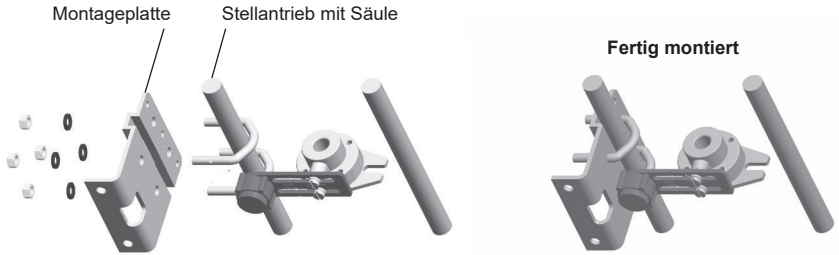
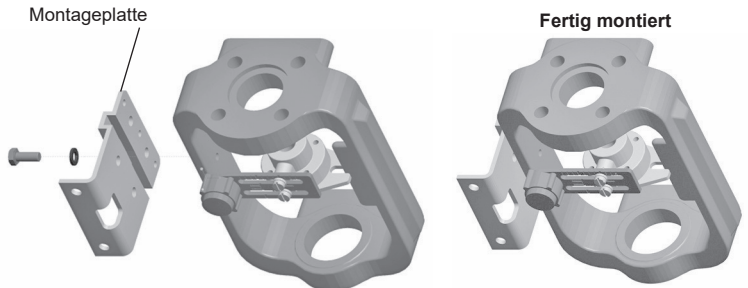
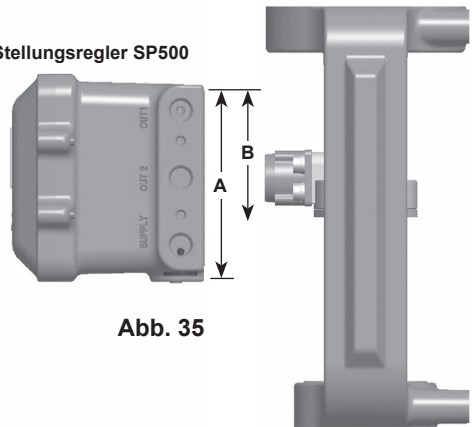

Abb. 29 Montage des Stellantriebs mit Säule
Abb. 30 Montage des Stellantriebs mit Gussrahmen
Abb. 35
5.2.4 Befestigen Sie die Montageplatte des Stellungsreglers locker am Antrieb. Siehe Abbildung 29 für Linearantriebe mit Säule. Für Linearantriebe mit Gussrahmen, siehe Abbildung 30.
- 5.2.7** Stellen Sie den Stellungsregler SP500 mit der Montageplatte an Stellantrieben mit Säulen durch vertikales Verschieben grob in die Mitte des Antriebs/Ventilhubes (Abbildung 30). Dieses mittige Befestigen des Stellungsreglers ist jedoch für dessen Funktion nicht zwingend notwendig. Unbedingt notwendig für einen einwandfreien Betrieb ist, dass der Hub **B** des Magneten sich innerhalb des linearen Arbeitsbereichs des Sensors, Hub **A**, befindet, d. h. der vertikalen Dimension, die auf dem Stellungsreglergehäuse markiert ist (siehe Abbildung 35).